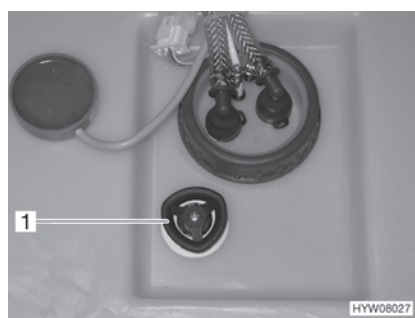

Fig. 143 Serbatoio dell'acqua con maniglia girevole
- Sul serbatoio dell'acqua, ruotare la maniglia girevole (Fig. 143,1) in senso orario fino all'arresto.
- Sul serbatoio dell'acqua, ruotare la maniglia girevole (Fig. 143,1) in senso antiorario fino all'arresto. L'acqua fuoriesce fino a ca. 20 litri.